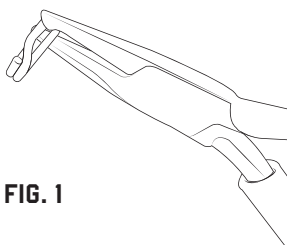

FIG. 1
1. Abra un extremo del alambre del aro metálico. (Fig. 1)